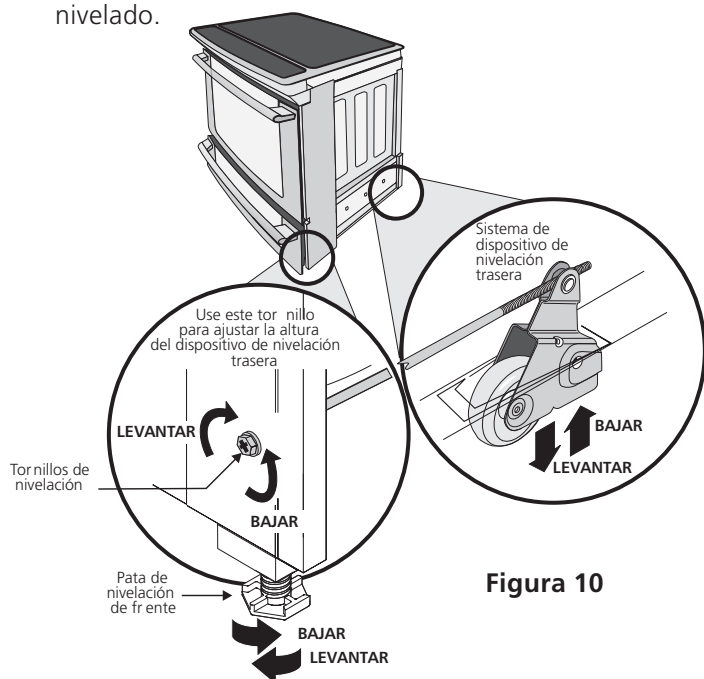

Figura 10
2. Baje el aparato, las 4 patas de nivelación alternadamente, hasta que la parte baja de la superficie de cocción repose sobre el mostrador (Figura 10).